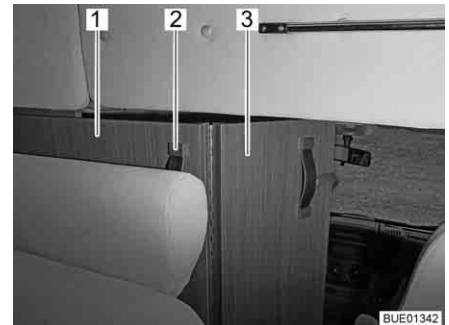

Bild 57 Fahrerhausabtrennung
- Fahrerhausabtrennung (Bild 57,1) am Griffband (Bild 57,2) fassen und so weit nach innen ziehen, bis sich die Kante der Fahrerhausabtrennung etwa auf Höhe der Rückenlehne der Sitzbank befindet (Bild 57).
- Den klappbaren Teil der Fahrerhausabtrennung (Bild 57,3) zwischen den Sitzen des Fahrerhauses ausklappen.